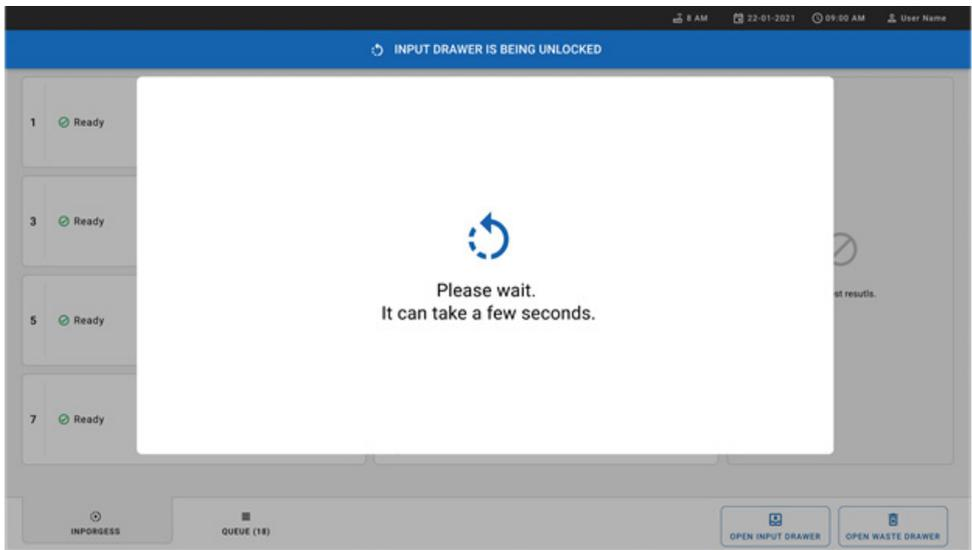

Figura 21. Cuadro de diálogo del cajón de entrada en espera.
5. Espere hasta que se desbloquee el cajón de entrada (figura 21).